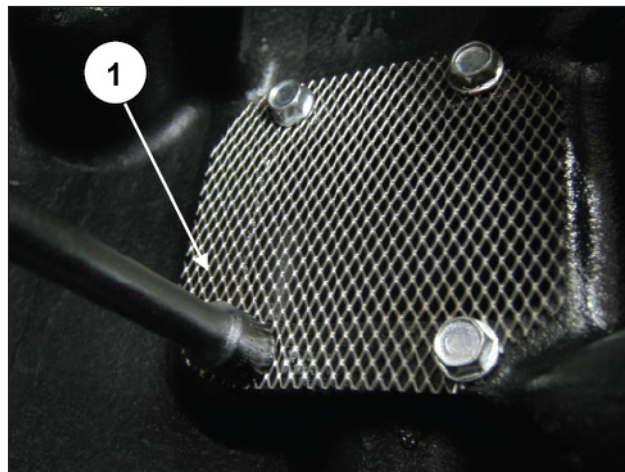

图 68
通过四颗M6螺钉把滤网固定在后曲轴箱盖上（位置①，图 68）。